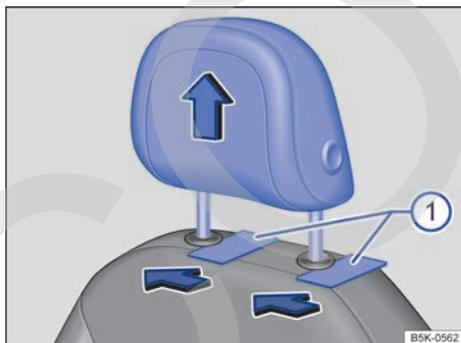

Fig. 82 Desmontaje de los apoyacabezas delanteros.
- Para desbloquearlo, introduzca un objeto plano (una tarjeta de plástico, p. ej.) entre el tapizado del respaldo y las tapas de las barras del apoyacabezas → fig. 82 ① mientras una segunda persona extrae el apoyacabezas completamente.